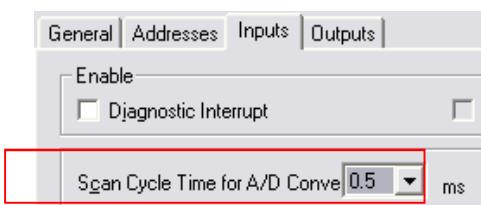
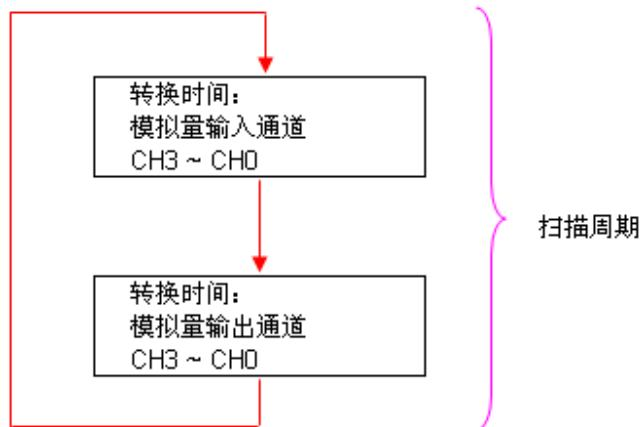

图 1 自由周期模式的组态
图 2 自由周期模式的扫描周期
- 自由周期模式：在硬件组态中组态为 0.5ms 的扫描周期时间时（如图 1），模块以自由周期模式运行。在自由周期模式下，SM335 所有的模拟量 I/O 通道被无间断地连续处理，当完成对所有通道的处理后，模块将立即启动下一个处理周期。自由周期模式的运行原理如图 2 所示，